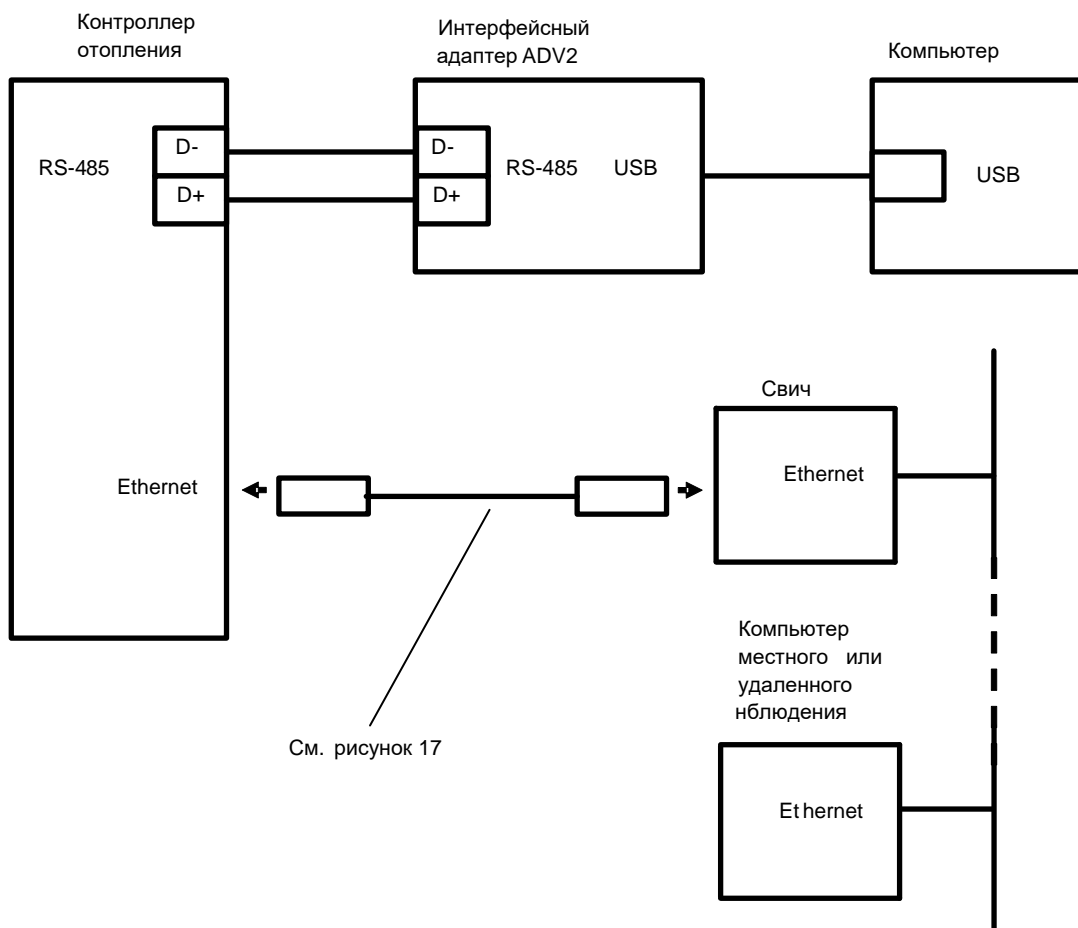

Рисунок 18 - схема подключения контроллера системы отопления для получения динамического IP -адреса
- а) соберите схему, см. рисунок 18;